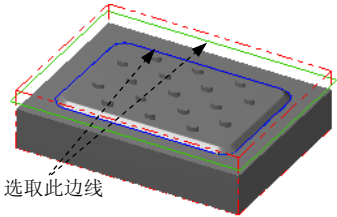
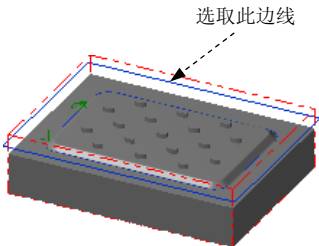

图 25.21 选取区域
图 25.22 定义区域
Step3. 设置加工区域。在图形区中选取图 25.21 所示的边线，系统自动选取图 25.22 所示的边链，单击 **✓** 按钮，完成加工区域的设置，同时系统弹出“2D 刀具路径-2D 挖槽”对话框，在该对话框选择 **2D挖槽** 选项。